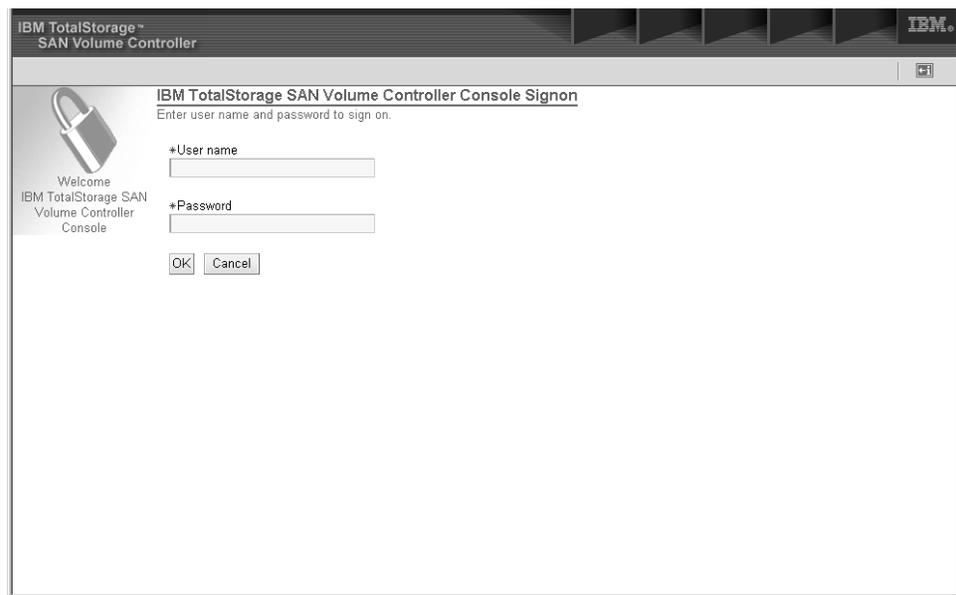

図 19. パネルの「SAN ボリューム・コントローラー・コンソール・サインオン」
1. 指定したユーザー名とパスワードを使用して マスター・コンソール にログオンします。次に「SAN ボリューム・コントローラー・コンソール」アイコンをダブルクリックすると、パネル上の以下の「SAN ボリューム・コントローラー・コンソールのサインオン」が表示されます。図 19を参照。